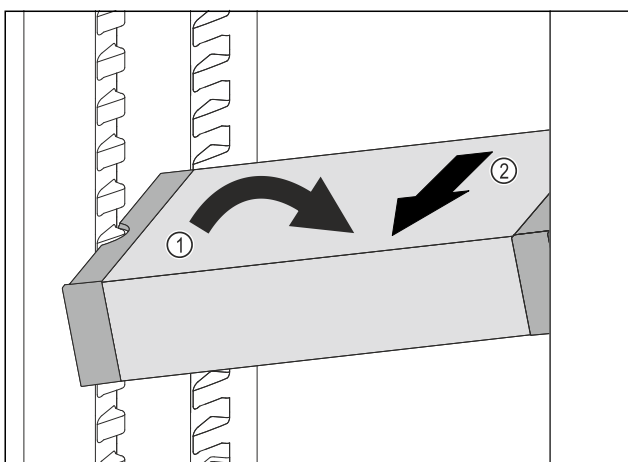

Fig. 81
- ▶ Расположите VarioSafe в холодильном отделении под наклоном. Fig. 81 (1)
- ▶ Извлеките VarioSafe движением вперед. Fig. 81 (2)